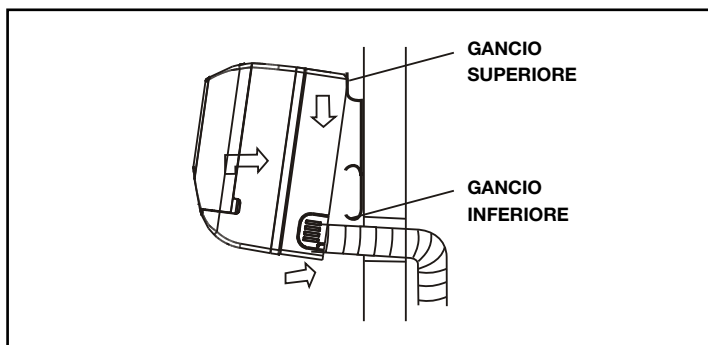

fig.6
2. Agganciare la parte alta dell'unità alla piastra metallica come indicato in fig.6, muovendola poi da destra a sinistra per verificare la saldezza del fissaggio.